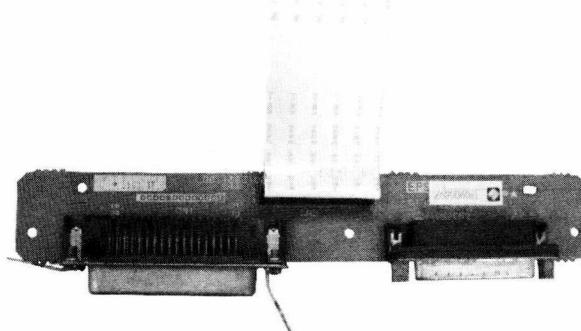

图 1-9 针式打印机接口电路的结构(LQ-300k)
④接口电路。接口电路是打印机与计算机之间信号传输的通道,用于完成计算机与打印机之间的信号传输和数据交换。图 1-9 所示为典型针式打印机接口电路的结构。